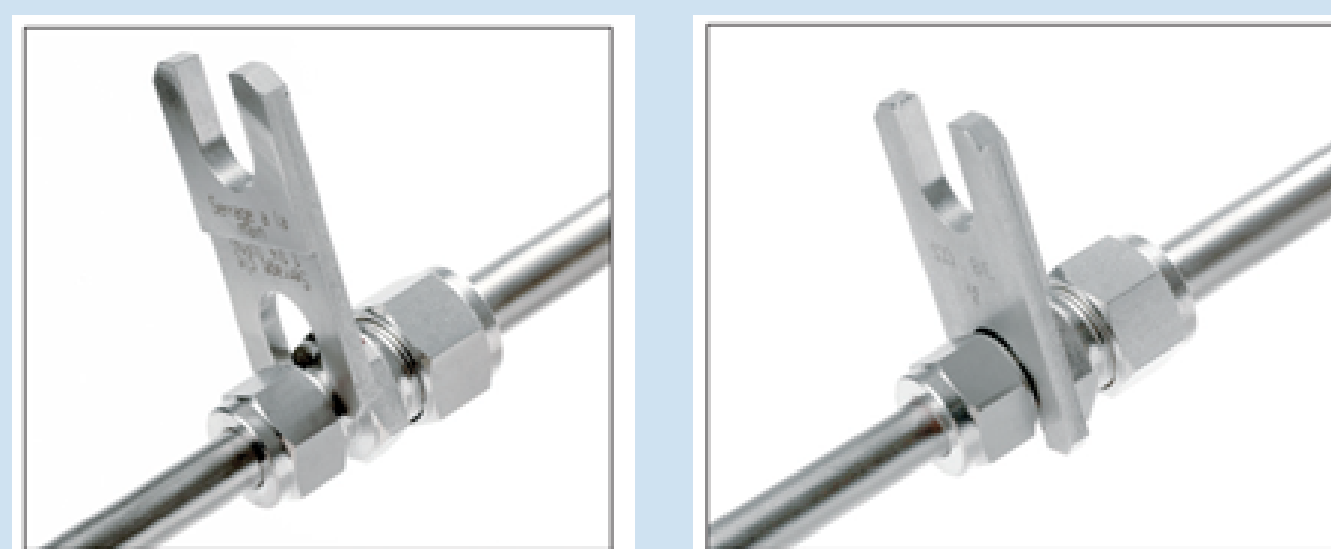

Figure 6 : Contrôle par la jauge d'un sertissage correct (à gauche) et incorrect (à droite)
- Contrôle du sertissage ; le contrôle s'effectue à l'aide d'une jauge d'inspection. Si le raccord est correctement serré alors la jauge ne rentre pas (figure 6.a). Si le raccord n'est pas correctement serré alors la jauge rentre (figure 6.b).